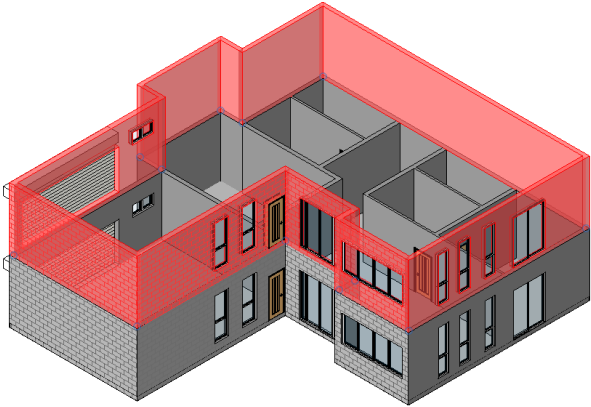

图 3-18
- 3) 地下一层平面的外墙都被复制到首层平面，同时由于门窗默认是依附与墙体的构件，所以一并被复制，如图 3-18 所示。